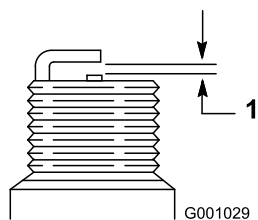

Bild 35
- Stellen Sie den Abstand der Elektroden an der neuen Zündkerze auf 0,76 mm (Bild 35).